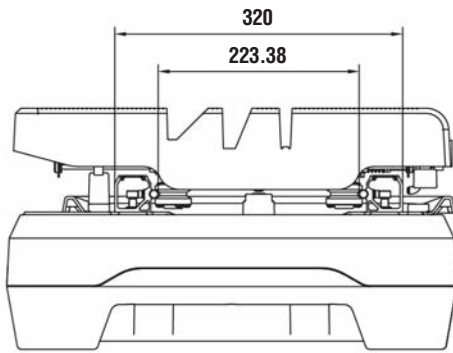

FIG. 25
- Utilisez un pied à coulisse ou une règle droite pour mesurer la distance entre les deux rails à l'un des bouts des rails. Assurez-vous que la distance est de 12-5/8 po (320 mm), puis serrez légèrement la vis au niveau de ce bout sur chaque rail. Suivez la même procédure à l'autre bout des rails pour ajuster la distance entre les rails à 12-5/8 po (320 mm), et serrez légèrement la vis au niveau de ce bout sur chaque rail (Fig. 25).